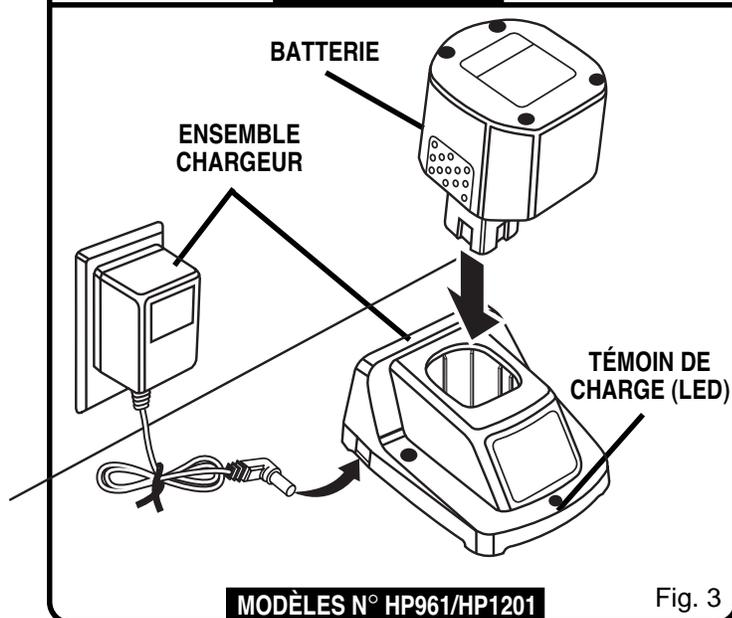

Fig. 3
- Placez la batterie dans l'ensemble chargeur. Alignez la nervure de la batterie sur la fente de l'ensemble chargeur. Voir la Figure 3.